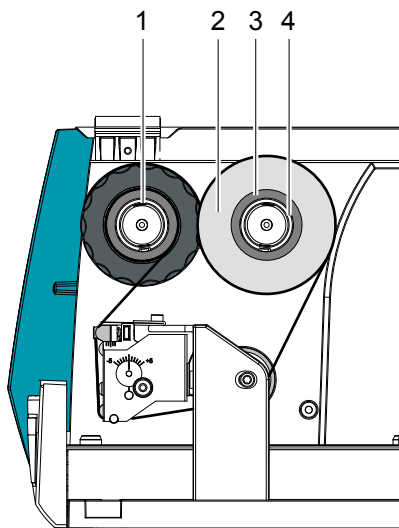

Figure 5 Défilement du ruban transfert
3. Pousser le mandrin carton sur l'enrouleur (1).
4. Guider le ruban transfert à travers le mécanisme d'impression comme décrit dans la figure 5.
5. Fixer le début de ruban transfert avec une bande autocollante au milieu du mandrin (3). Respecter le sens de rotation - à l'inverse des aiguilles d'une montre - de l'enrouleur.
6. Tourner l'enrouleur (1) dans le sens inverse des aiguilles d'une montre pour lisser le ruban.